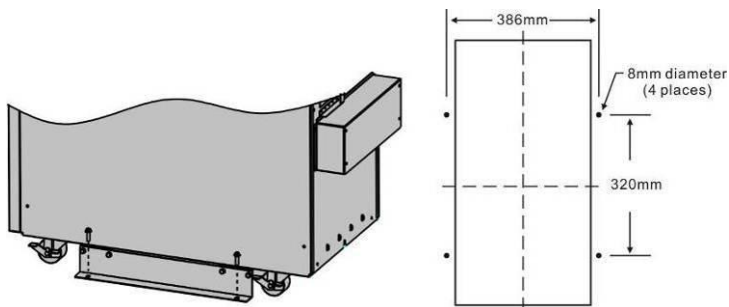

Figura 4: Fissaggio al pavimento
4. Per motivi di stabilità si consiglia di avvitarlo l'UPS / il cabinet batterie al pavimento (vedi Figura 4).